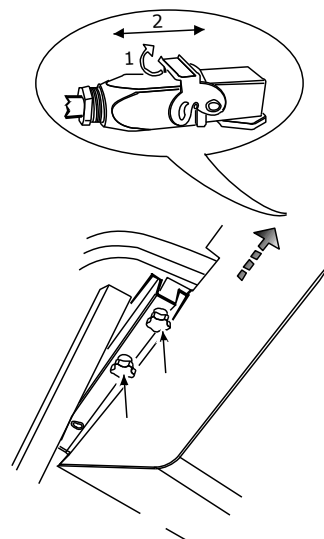

Fig. 12
2. Allentare leggermente i pomelli di fissaggio e far scorrere la caldaia verso l'esterno (fig. 12).